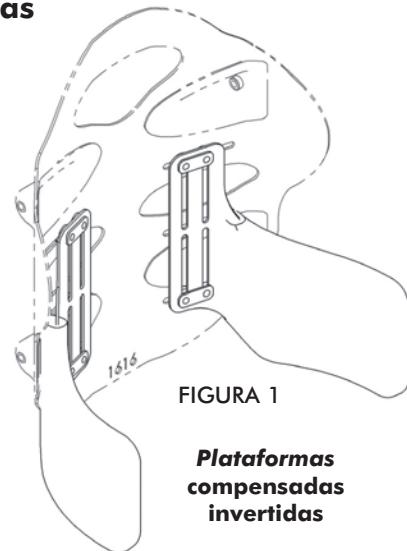

FIGURA 1
- LOS LATERALES PUEDEN MONTARSE AL REVÉS EN LADOS OPUESTOS PARA APoyo INFERIOR. CONSULTE LA FIGURA 1